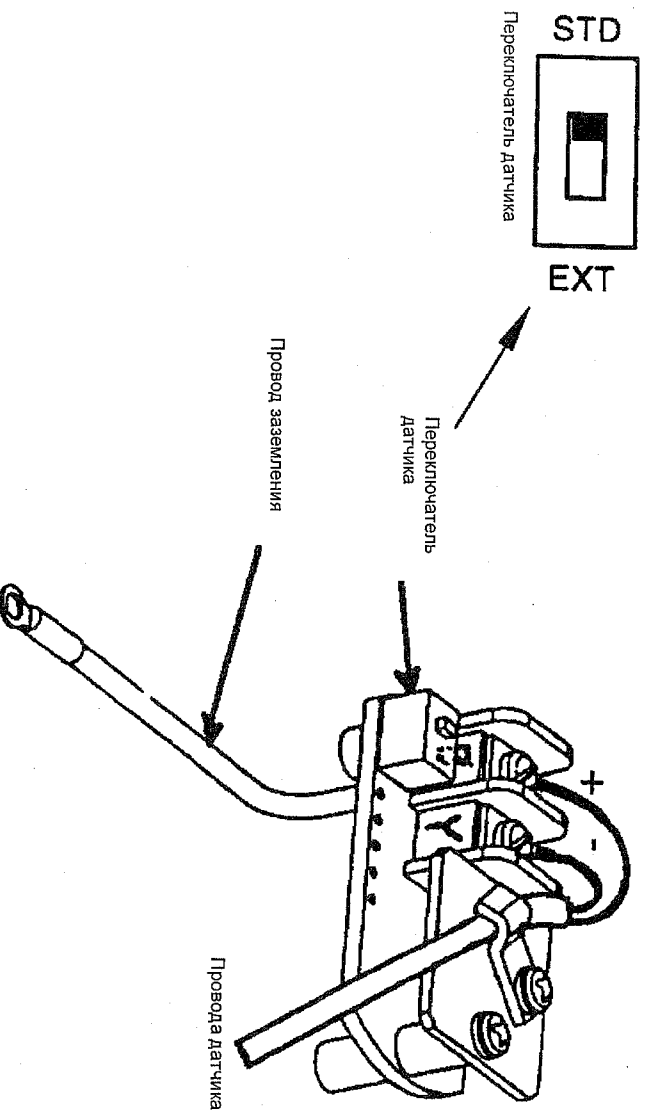

Рис. 25. Узел предварительного усилителя
2. Проведите желтый и коричневый провода датчика сквозь кабельный зажим на нижней поверхности платы предусилителя. Затяните зажим и подсоедините провода датчика к клеммной колодке. Важно соблюдать при этом цветовую маркировку. Убедитесь, что она соблюдена должным образом. См. рис. 25.
2. Положите желтый и коричневый провода датчика сквозь кабельный зажим на плате предусилителя. Затяните кабельный зажим и подсоедините провода датчика к клеммной колодке. Важным условием является соблюдение цветовой маркировки. Проверьте, что цветовая маркировка соблюдена. См. рис. 25.
2. Проложите желтый и коричневый провода датчика сквозь кабельный зажим на плате предусилителя. Затяните кабельный зажим и подсоедините провода датчика к клеммной колодке. Важным условием является соблюдение цветовой маркировки. Проверьте, что цветовая маркировка соблюдена. См. рис. 25.